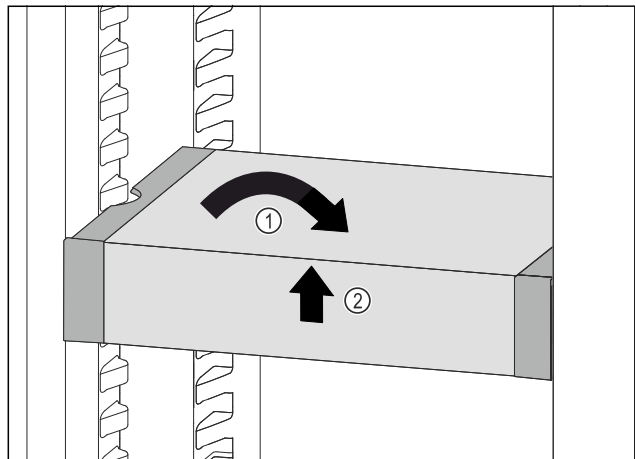

Fig. 113
- ▶ Вирівняти VarioSafe. Fig. 113 (1)
- ▶ Підняти VarioSafe спереду. Fig. 113 (2)